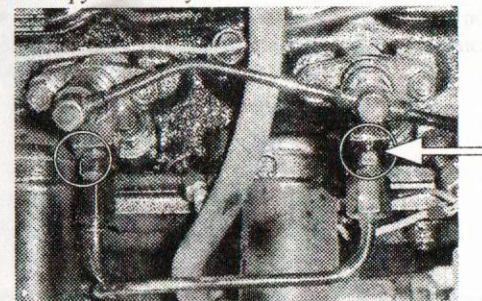

Рис. 3-13. Форсунки
5) Открутите одну из двух гаек, соединяющих топливные трубки и форсунки (рис. 3-13). Выпустите воздух, используя ручной насос. Топливо из трубки должно струиться без пузырей. Закрутите гайку.